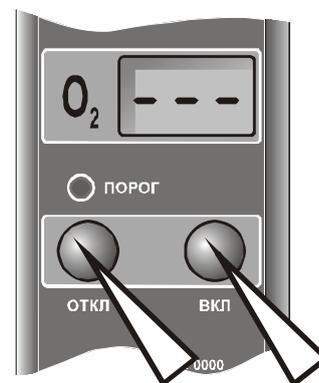

рисунок 2
- При нажатой кнопке "ОТКЛ" включить газоанализатор (рис. 2). После появления на индикаторе надписи «0 - -» отпустить кнопки.